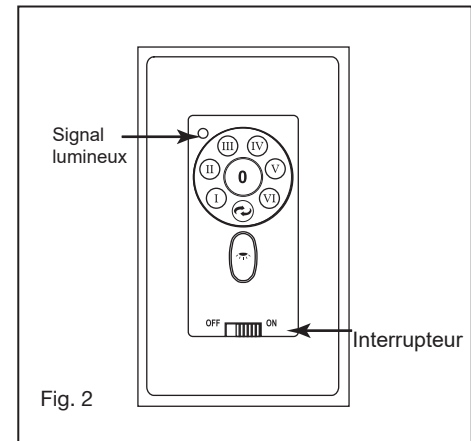

Fig. 2
- 3 Desserrez les deux vis de réglage de sécurité et retirez la goupille de tige descendante et le clip de retenue de l'accouplement sur le dessus de l'ensemble moteur. (Fig. 2)
- 2 Effectuez les connexions de câbles entre le ventilateur et le récepteur. Pour cette étape, utilisez le faisceau de 5 fils sur le récepteur. (Fig.2. 2)
- 4 Installez l'émetteur mural sur la boîte murale existante à l'aide des vis fournies. Fixez la plaque murale avec les vis de montage pour terminer l'installation. (Fig.2)
- 7 Signal lumineux (Fig.2)6